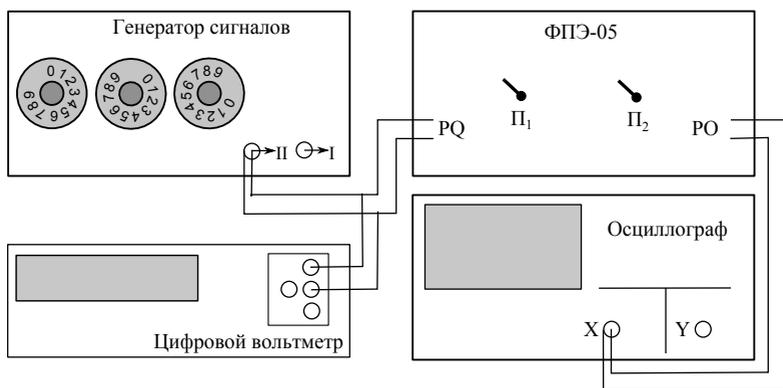

Рис. 3: Схема установки
1. Соберите схему, изображённую на рис. 3.